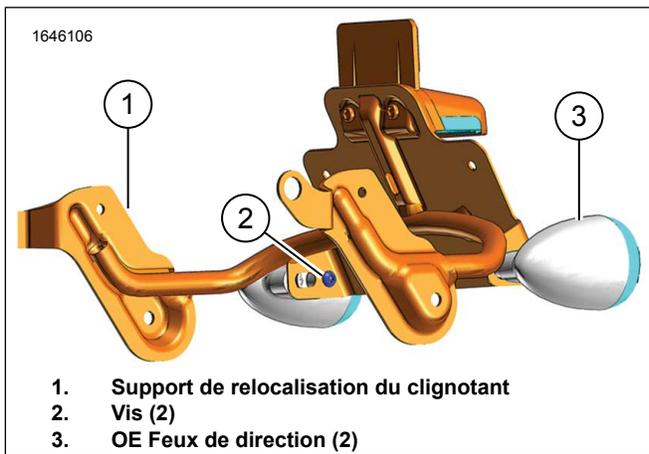

Figure 3. Installation du clignotant
2. Figure 3 Installer OE les feux de direction (3) sur le support de relocalisation du clignotant (1) en utilisant les vis (2). Serrer.
- Figure 3 Installer OE les feux de direction (3) sur le support de relocalisation du clignotant (1) en utilisant les vis (2). Serrer.
- Figure 3 Installez la vis (18) et l'écrou (19). Serrer.